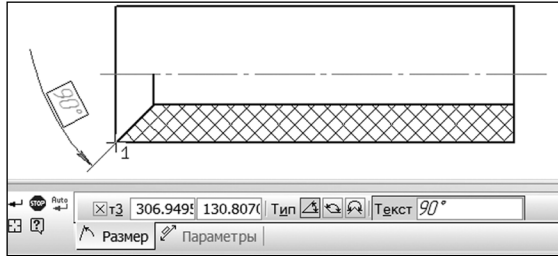

Рис. 11.29. Команда Угловой (размер) с обрывом
- кнопка **Угловой с обрывом**  предназначена для построения угловых размеров с одной стрелкой, одной выносной линией и неполной размерной линией (рис. 11.29). В основном она служит для построения угловых размеров тел вращения в половинных сечениях. Для этого необходимо вначале выбрать прямой отрезок, от которого будет отмеряться размер. Затем необходимо выбрать второй не параллельный прямой отрезок, который необходим для измерения угла — обычно этот отрезок параллелен оси вращения. Величина измеренного угла при этом умножается на 2 в связи тем, что в половинном сечении не виден ответный зеркально расположенный отрезок и его нельзя выбрать. Затем необходимо задать тип построения размера и расположение размерного текста.